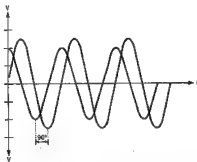

Fig.4
5. Am Oszilloskop müssen nun sinusförmige Signale (V-out) sichtbar sein (siehe Bild 4) die nach ca. 2 s symmetrisch um die O-Achse liegen und 90° phasenverschoben sind. Die Amplituden dieser 2 Signale dürfen höchstens ein Verhältnis von 1 : 2 aufweisen.